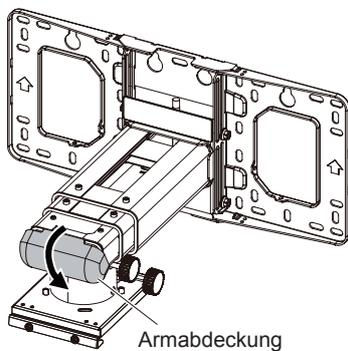

Abb. 1
- 1) Nehmen Sie die Armabdeckung von der Wandmontagehalterung ab. (Abb. 1)